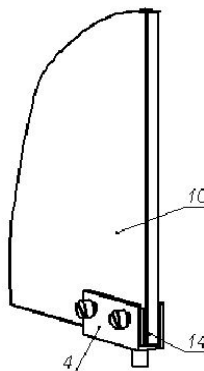

Рис. 2
4.6. После этого установить стеклянную дверь (см. рис.2), закрепив её на петлях (4), с помощью винтов М4х4 и прокладок металлических (14) (40х15) мм, входящих в комплект поставки. При установке дверей необходимо обеспечить равномерный зазор между стеклом и стенками корпуса.